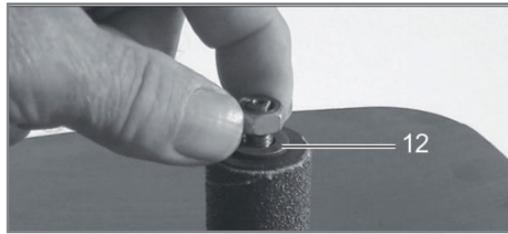

Рис.6.
- Наденьте крепежную гайку на шпиндель (рис. 6).